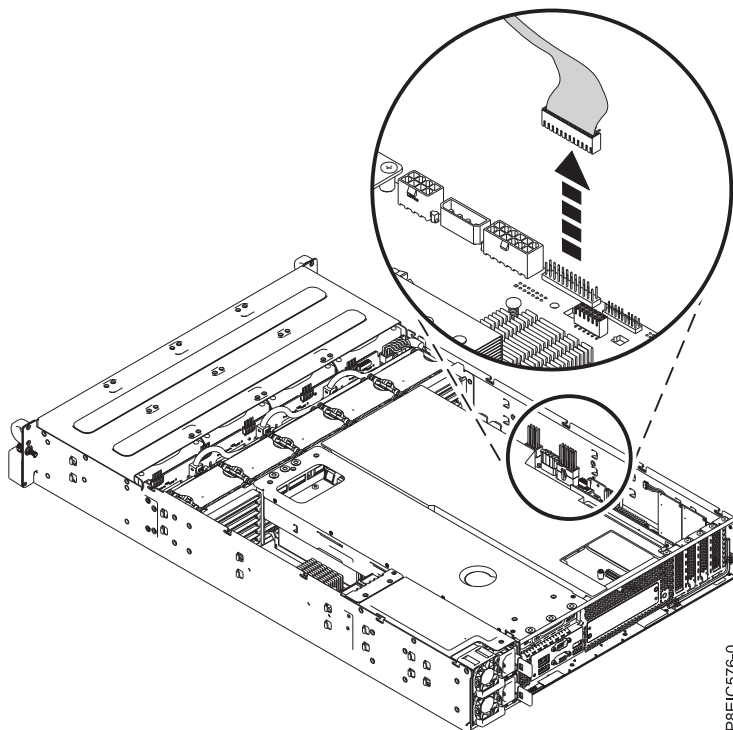

図 60. 前面パネル制御ケーブルの切り離し
2. システム・バックプレーンから前面パネル制御ケーブルを取り外します (図 60 を参照)。